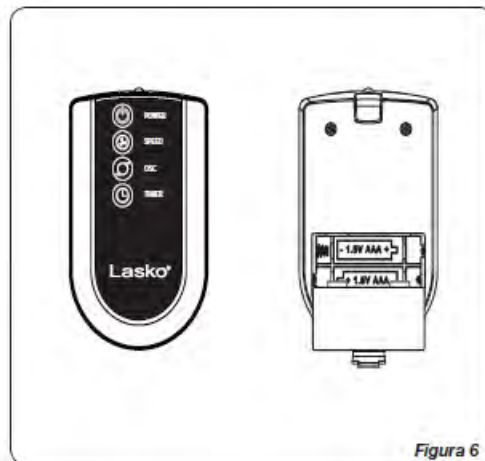

Figura 6
CONTROL REMOTO (Figura 6)
1. Instale las baterías como se muestra en la Figura 6.